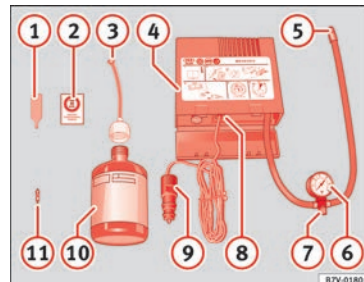

Abb. 50
- Ventilkappe und Ventileinsatz vom Reifeneventil abschrauben. Verwenden Sie den Ventileinsatzdreher » Abb. 50 ① zum Heraus-schrauben des Ventileinsatzes. Legen Sie den Ventileinsatz auf einem sauberen Untergrund ab.
- Reifendichtmittelflasche kräftig schütteln » Abb. 50 ⑩.
- Schrauben Sie den Einfüllschlauch » Abb. 50 ③ auf die Dichtmittelflasche. Die »
- Verschlussstopfen vom Einfüllschlauch » **Abb. 50** ③ entfernen und das offene Ende ganz auf das Reifenventil stecken.
- Ventileinsatz mit dem Ventileinsatzdreher » **Abb. 50** ① wieder in das Reifenventil schrauben.
- Reifenfüllschlauch » **Abb. 50** ⑤ des Luftkompressors fest auf das Reifenventil schrauben.
- Prüfen, ob die Luftablassschraube » **Abb. 50** ⑦ zuge dreht ist.
- Stecker » **Abb. 50** ⑨ in die 12 Volt-Steckdose des Fahrzeugs stecken »  Seite 119.
- Luftkompressor mit dem EIN- und AUS-Schalter » **Abb. 50** ⑧ einschalten.